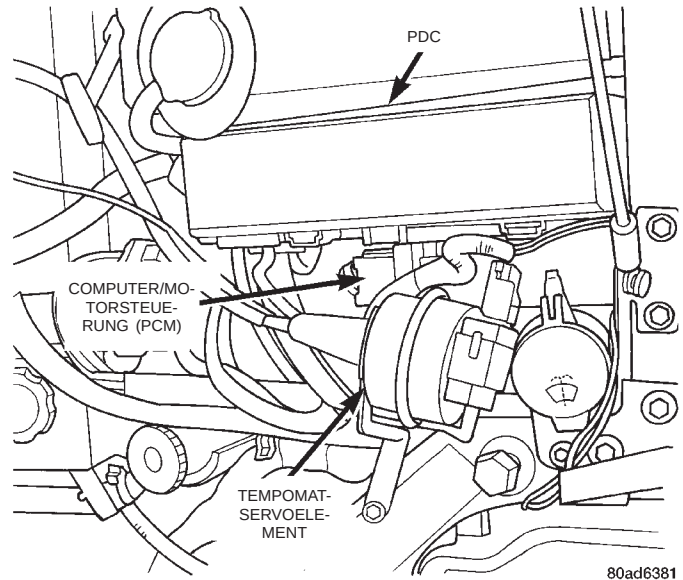
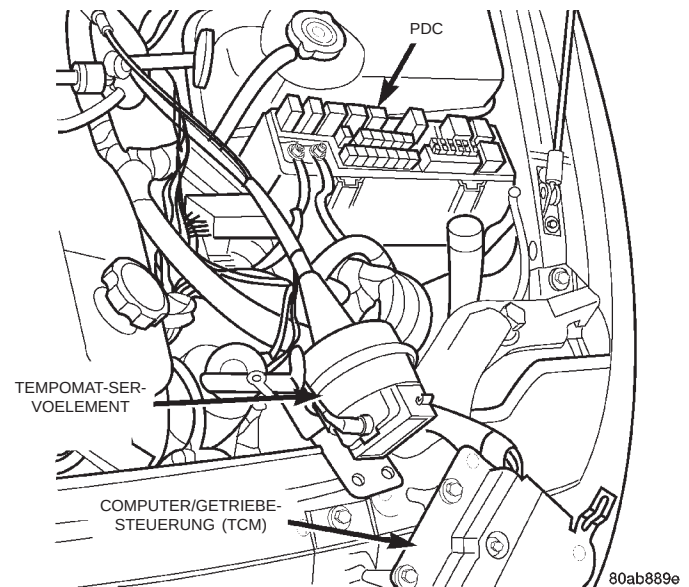

Abb. 57 Lage des PCM
Abb. 58 Lage des TCM
- (1) Das Tempomat-Servolement und den zugehörigen Halter demontieren und zur Seite legen (Abb. 57).
- (2) Den Kabelbaum zur Seite schieben.
- (3) Den Einfüllstutzen vom Vorratsbehälter der Scheibenwaschanlage demontieren.
- (4) Den Computer/Getriebesteuerung (TCM) ausbauen und zur Seite legen (Abb. 58).
- (5) Den PCM ausbauen.
- (6) Die beiden 40-poligen Steckverbinder vom PCM abziehen.